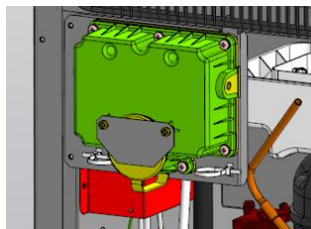

Рисунок 8.2.2 – металлическая пластина
2. Снимите металлическую пластину с коробки УЗО (рисунок 8.2.2);